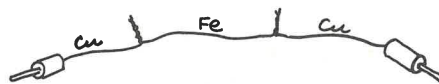
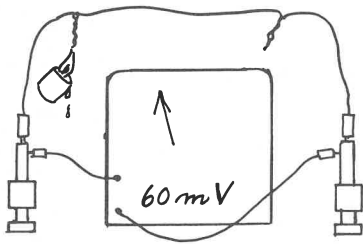

Fig. 6
Fig. 7
a) Tre stumper metaltråd og to bananstik (fig. 6) anbringes i en opstilling som fig. 7 for at påvise termostrømme i kredsløbet. Et kontaktsted opvarmes med flammen fra en stump kertelys, og instrumentet (fuldt udslag for 60 mV) giver et beskedent udslag.